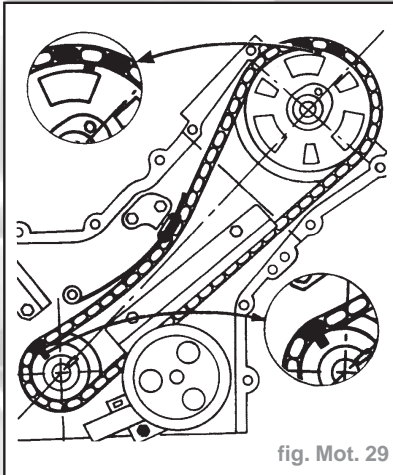

fig. Mot. 29
- Positionner la chaîne et les pignons suivant schéma (denture arrière du double pignon) (fig. Mot. 29).